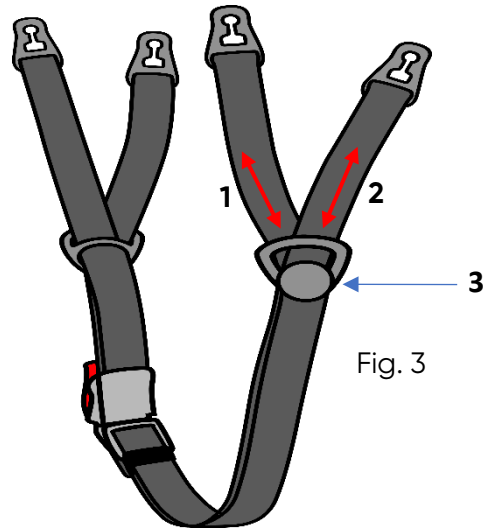

Fig. 3
La jugulaire (Fig. 3) peut être réglée en longueur, on peut régler séparément la partie droite et gauche de la sangle. Pour chaque partie, il est possible de modifier la longueur de la partie avant (1) et arrière (2) en glissant la sangle par la boucle (3).